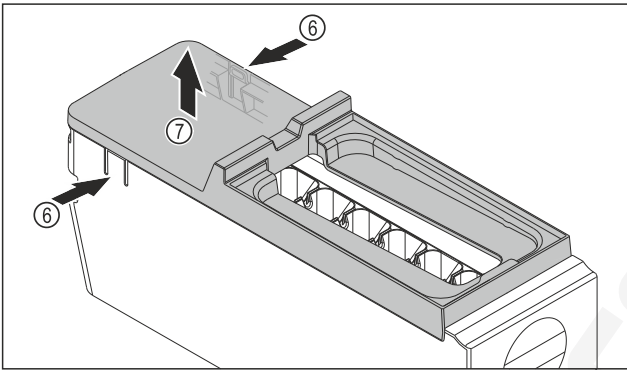

Fig. 113
- ▶ Vegye le az EasyTwist-Ice egység testének fedelét: Nyomja meg az egyik kezével a füleket Fig. 113 (6) az EasyTwist-Ice egység testének mindkét oldalán.
- ▶ Vegye ki a fedelet Fig. 113 (7) a másik kezével felfelé.